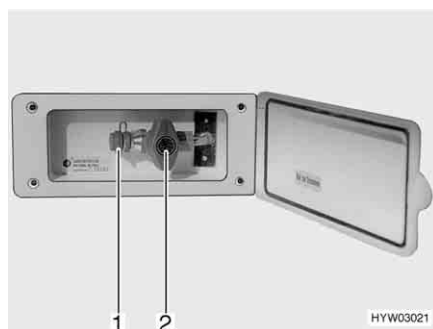

Fig. 164 Toma exterior de gas, válvula de paso de gas cerrada
La toma externa de gas (Fig. 164) está, en función del modelo, en la parte trasera o en el lado izquierdo o derecho del vehículo.
- Conectar el aparato de gas externo en el punto de conexión (Fig. 164,1).
- Abrir la válvula de paso de gas (Fig. 164,2).